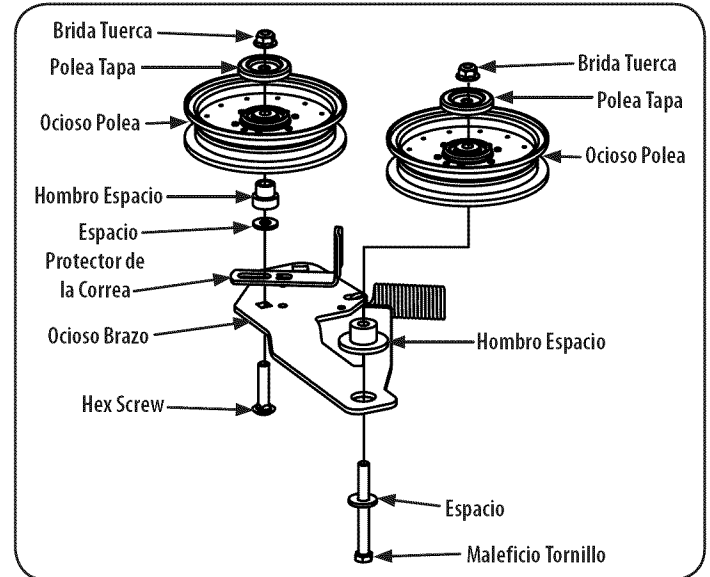

Figura 36
3. Retire las poleas móviles y protector de la correa en la polea izquierda quitando los tornillos hexagonales, gorra polea y las tuercas de brida que les sujetan el brazo tensor. Véase la Figura 36. No pierda el hardware al retirar el tornillo hexagonal, protector de la correa, la polea cap, espaciador, el espaciador de hombro y la tuerca de seguridad con brida.
6. Coloque la correa alrededor de las poleas locas que quitó en el paso 3 con el lado "V" hacia adentro. Una vez en su lugar, vuelva a instalar todo el hardware y apriete la tuerca de seguridad con brida para fijar el conjunto. Ver Figura 36.
7. Coloque la correa como se muestra en la Figura 36 y vuelva a instalar la cubierta (consulte Instalación de la plataforma).